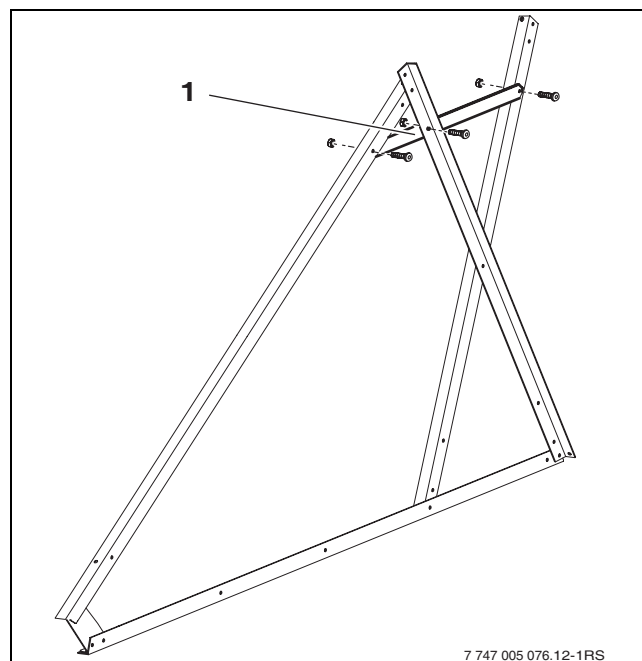

Bild 12 Querleiste einbauen
- Querleiste (Bild 12, [1]) mit den beiden Trägerschienen-Speicher und der Trägerschiene-Kollektor verschrauben.